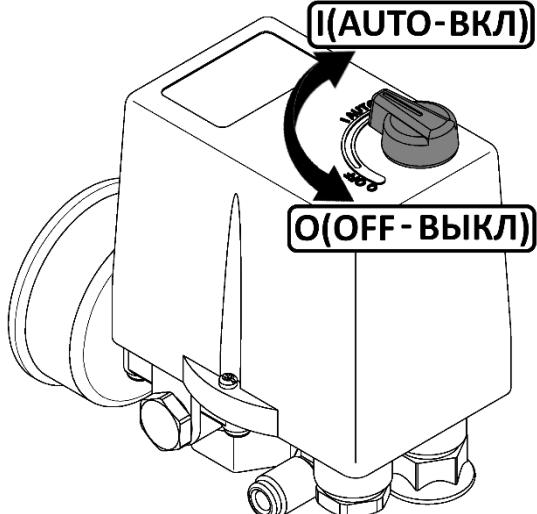

Рисунок 5
- Проверьте, чтобы выключатель на прессостате находился в выключенном положении "О" (см. рисунок 5).